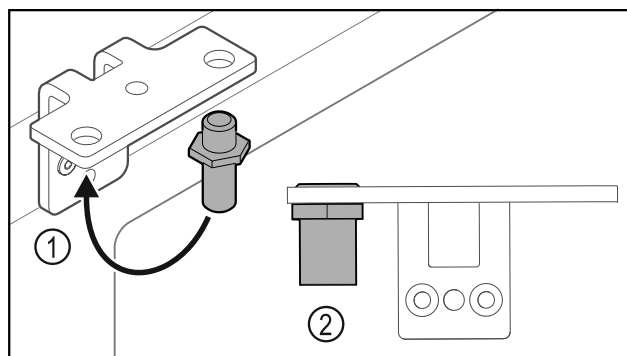

Fig. 35
- ▶ Helyezze át a csuklópántban a csapszeget Fig. 35 (1).
- ▶ Húzza meg a csapszeget Fig. 35 (2) **12 Nm-es forgatónyomatékkal**.